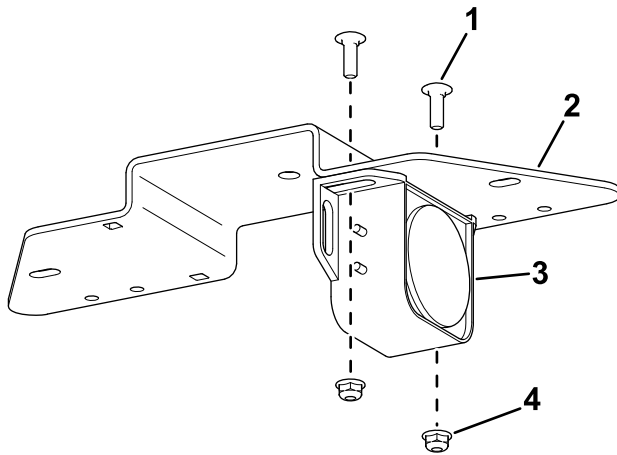

Bild 1
1. Befestigen Sie die Rückfahralarm mit zwei Schlossschrauben (1/4" x 3/4") und zwei Bundmuttern (1/4") an der Befestigungshalterung (Bild 1).